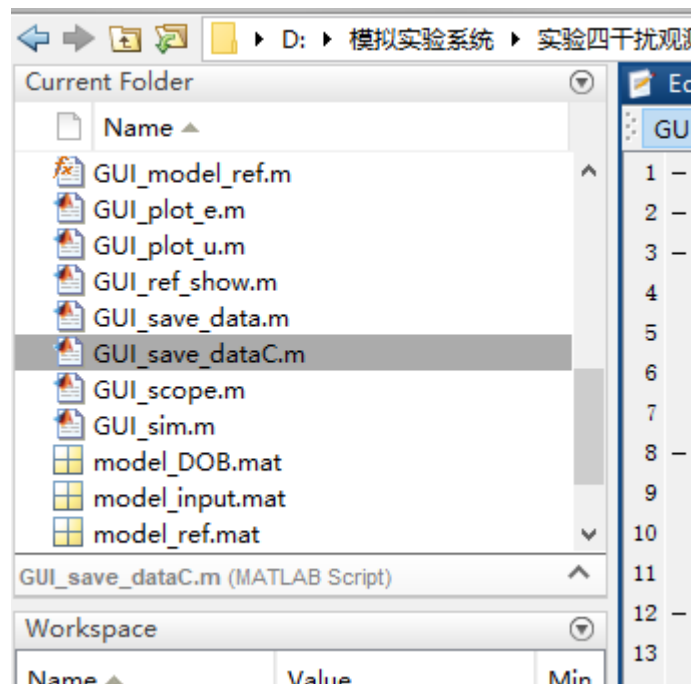

图 1：实验四文件路径
1. 打开 MATLAB，找到实验四干扰观测器（学生版）文件夹，如图 1 所示：